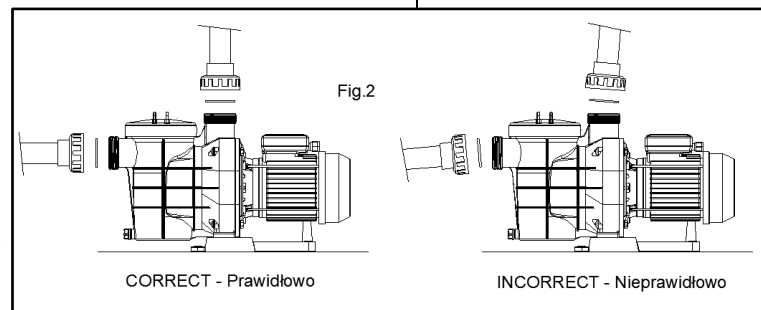

Fig. 2
- ! The connection of the pipe must be threaded into the mouths of the pump using the right accessories (Fig. 2).
- ! Przyłącza rur należy wkręcić do otworów pompy przy użyciu odpowiednich akcesoriów (rys. 2).
pressure being exerted on the pump and the tube. Apart from making assembly more difficult, this pressure could even break them. (Fig. 2)
- Suction tube installation is done at a slight angle of 2 % towards the pump, thus avoided siphon formation. (Fig.2).
oraz rurkę. Oprócz utrudnienia montażu taki nacisk mógłby spowodować nawet ich uszkodzenie (rys. 2).
- Rurę ssącą montuje się pod nieznacznym nachyleniem 2% w kierunku pompy, aby uniknąć powstawania syfonu (rys. 2).